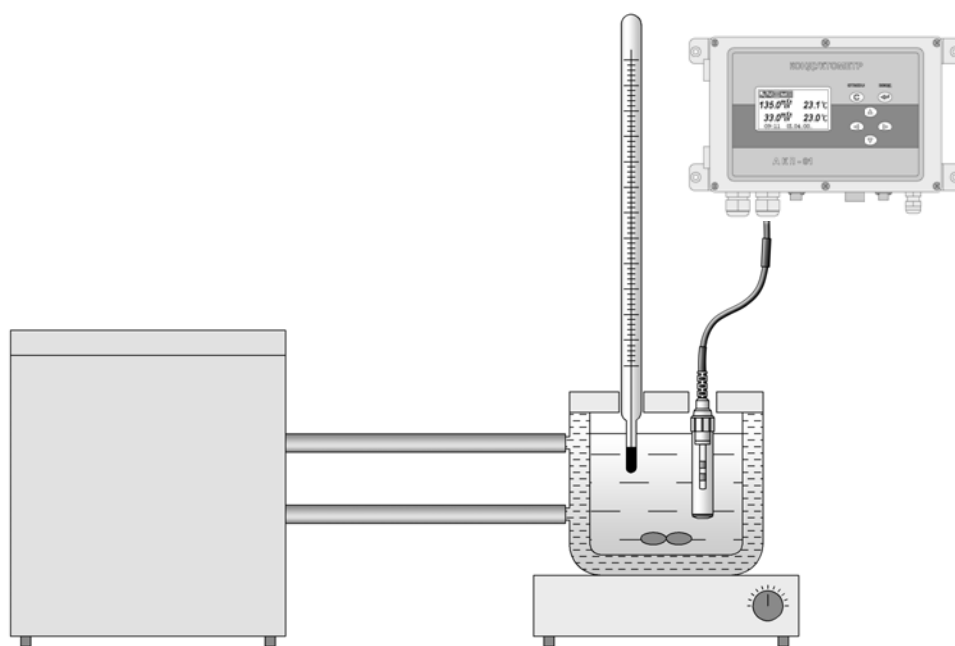

Рис. 4.1. Схема установки испытаний анализатора кондуктометрического АКП-01.
Для определения погрешности методом прямых измерений собирают установку в соответствии со схемой показанной на рис. 4-1, и проводят следующие операции:
4.6.4.1. Определение предела допускаемой абсолютной погрешности измерений температуры проводят на отметках 5, 25, 50 °С шкалы поверяемого анализатора путем сравнения его показаний с показаниями термометра (ТЛ-4 или термометр более высокого класса точности). Для этого используют установку, показанную на рис. 4-1. Термостатируемый стакан наполняют водой.
4.6.5.1. Определение изменения предела допускаемой основной абсолютной погрешности измерений УЭП в режиме приведения при изменении температуры анализируемой жидкости проводят на отметках 5, 25, 55 °С шкалы температуры поверяемого анализатора при включенном режиме автоматической термокомпенсации. Для этого используют установку, показанную на рис. 4-1. Термостатируемый стакан поочередно заполняют растворами, описанными в таб. 4.2.